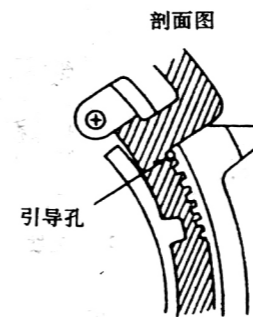

图 1-3-27
3. T 导轨上的第一个齿应与导轨上的引导孔相对应,如图 1-3-27 所示。